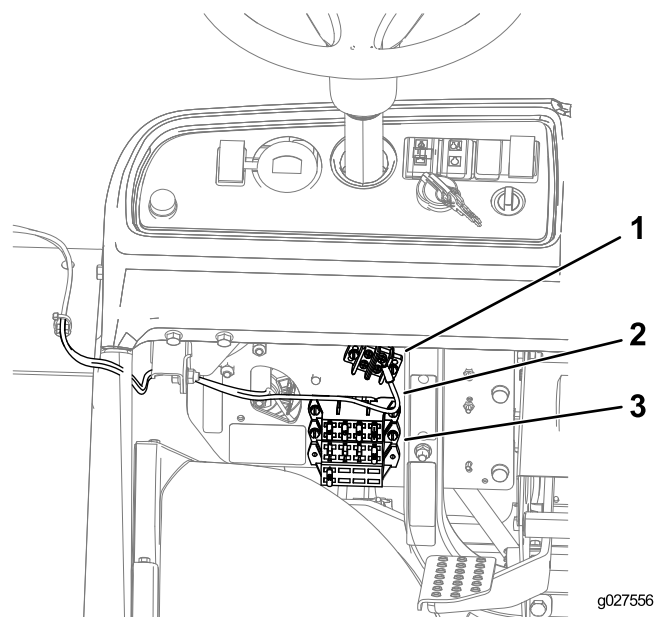

Figure 12
2. **Pour les Workman MD/MDX/MDXD :** Reliez la cosse en anneau du faisceau au bloc de mise à la masse et insérez le connecteur du porte-fusibles dans une connexion libre (Figure 12).